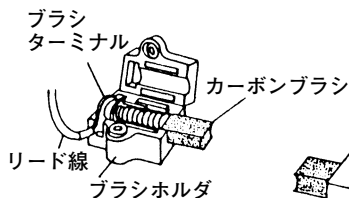

図 39
(2) 取付けは、まず図 39 のようにカーボンブラシとブラシターミナルをブラシホルダに入れます。